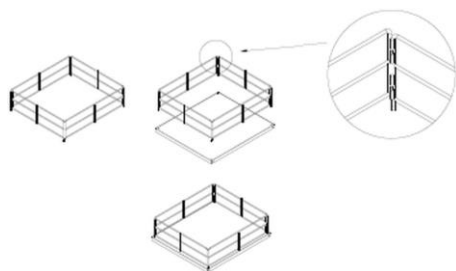

Fig. 1
1. Tout d'abord, fixer les rambardes à la tablette supérieure à l'aide des vis de blocage (fig. 1).